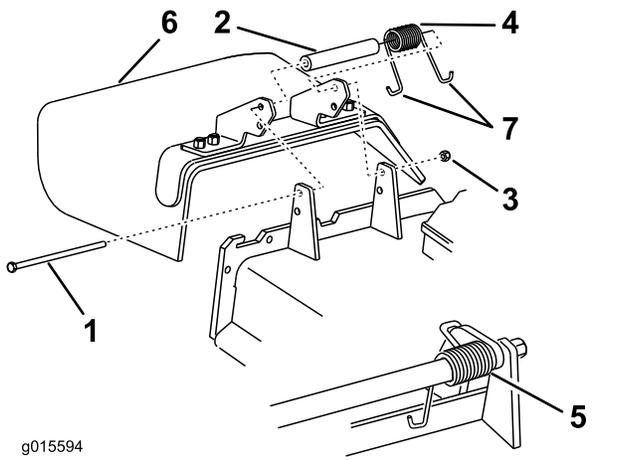

Figure 109
1. Retirez le contre-écrou, le boulon, le ressort et l'entretoise qui fixent le déflecteur aux supports de pivot (Figure 109).
2. Déposez le déflecteur d'herbe s'il est endommagé ou usé (Figure 109).
Remarque: Prenez soin de placer l'extrémité en J du ressort derrière le bord du plateau avant de mettre le boulon en place, comme montré à la Figure 109.
6. Accrochez l'extrémité en J du ressort au déflecteur d'herbe (Figure 109).